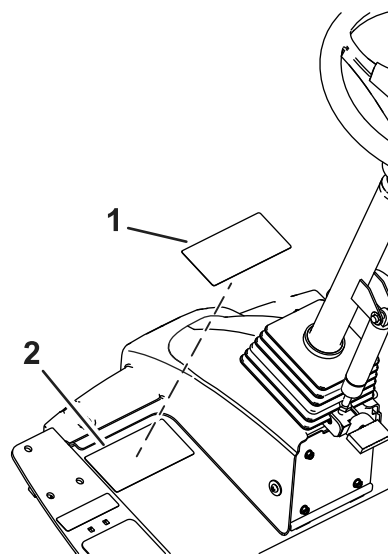

Рисунок 8
1. Очистите поверхность предупреждающей наклейки протирочным спиртом и чистой ветошью и дайте наклейке высохнуть (Рисунок 8).